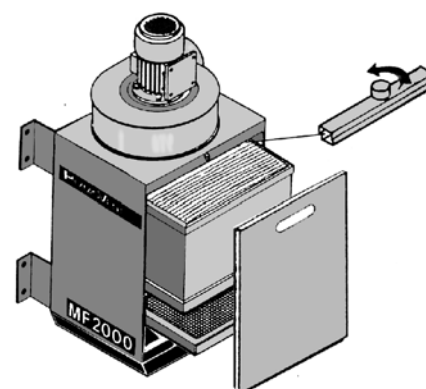

Рисунок 8.1
- 8.2.3. Извлеките угольный фильтр (если установлен), ослабьте прижим фильтрующей кассеты и извлеките ее, затем - предварительный фильтр (см. рис. 8.1).